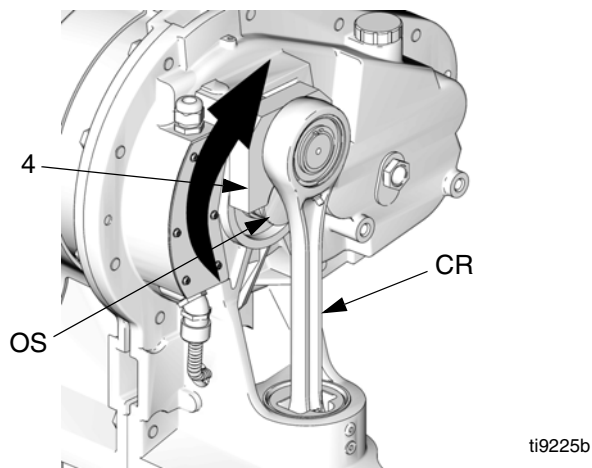

FIG. 16: Far girare la manovella
10. Vedere FIG. 16. Far girare la manovella (4) per estrarla dall'albero di uscita (OS).
11. Spingere verso l'alto e fuori dal cilindro il gruppo manovella/biella/pistone a cursore (CR).
12. Rimuovere i vecchi cuscinetti (8).